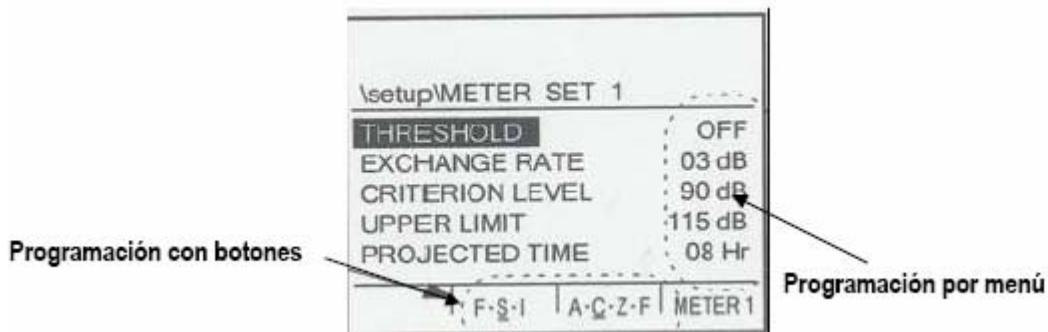

Figura 4-1: Pantalla OPS. MEDICIÓN
2. En la pantalla SETUP, seleccione METER SET y oprima ACEPTAR. Aparece la pantalla que se muestra en Figura 4-1.
- Botón F S I ~ Opciones de respuesta de tiempo: [F]ast, (Rápida), [S]low (Lenta), e [I]mpulse (Impulsivo) respectivamente. En la Figura 4-1, el Medidor 1 está en respuesta lenta
- Botón A C Z F ~ Curvas de ponderación de frecuencias: Ponderación A. Ponderación C, Ponderación Z y Ponderación F. En la Figura 4-1, el MEDIDOR 1 está en Ponderación C.